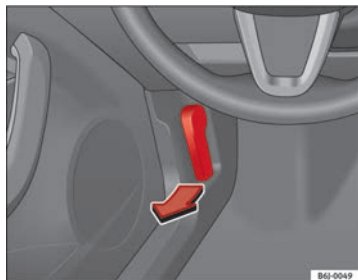

Fig. 130 Levier d'ouverture du capot-moteur
- Tirez sur le levier qui se trouve sous la planche de bord ⇒ fig. 130 dans le sens indiqué par la flèche. Le capot se débloquent grâce à l'action du ressort ⇒ ⚠.